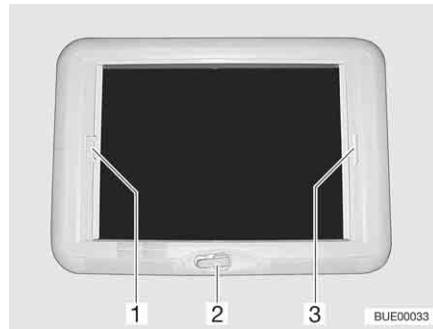

Fig. 115 Lanterneau à manivelle
- Tourner la manivelle (Fig. 115,2) jusqu'à ressentir une résistance.
- Tirer la poignée du dispositif occultant plissé (Fig. 115,3) et le relâcher lorsqu'il a atteint la position voulue. Le dispositif occultant plissé reste alors à cette position.
- Tirer sur la poignée (Fig. 115,1) de la moustiquaire jusqu'à toucher la poignée du dispositif occultant plissé (Fig. 115,3) située vis-à-vis et la faire s'enclencher.
- Appuyer sur la poignée de la moustiquaire (Fig. 115,1) vers l'arrière et le haut et décrocher la moustiquaire du dispositif occultant plissé (Fig. 115,3).